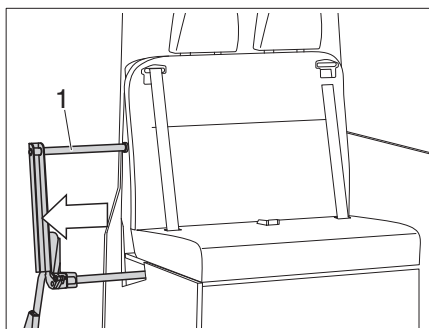
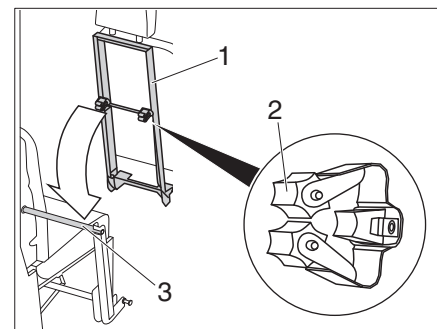

Fig. 42 Estrazione della prolunga del divanetto
Fig. 43 Aggancio dello schienale
- Sfilare la prolunga (Fig. 42,1) dal divanetto a due posti.
- Agganciare lo schienale (Fig. 43,1) alla prolunga del divanetto (Fig. 42,3) con i due morsetti (Fig. 43,2).